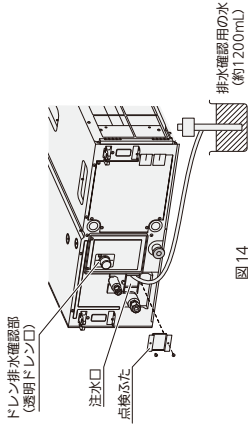

図14
- 図14の通り、注水口よりドレンパン内に排水確認用の水(約1200mL)を少しずつ入れてください。